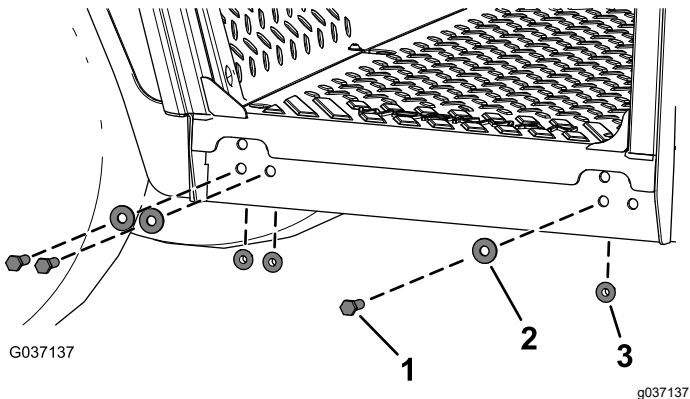

Figure 12
- Fixez les côté du cadre de la cabine sur la machine au moyen de 6 boulons à tête hexagonale ( $\frac{3}{8}$  x  $1\frac{1}{4}$  po), 8 rondelles ( $\frac{3}{8}$  po) et 6 contre-écrous à embase ( $\frac{3}{8}$  po), comme montré à la Figure 12.